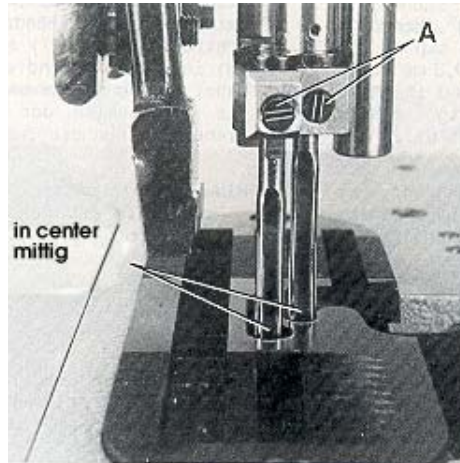
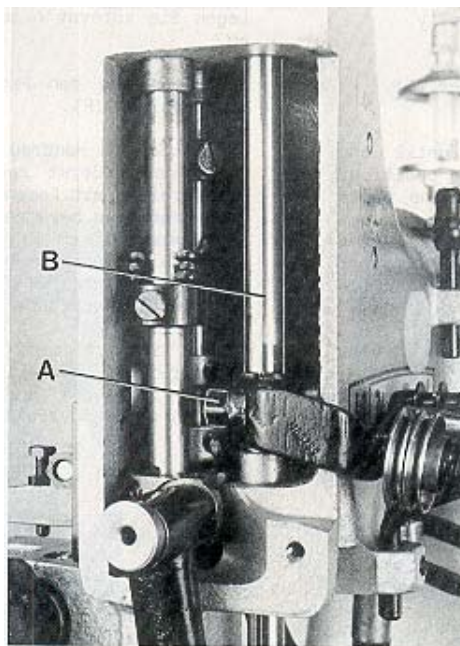
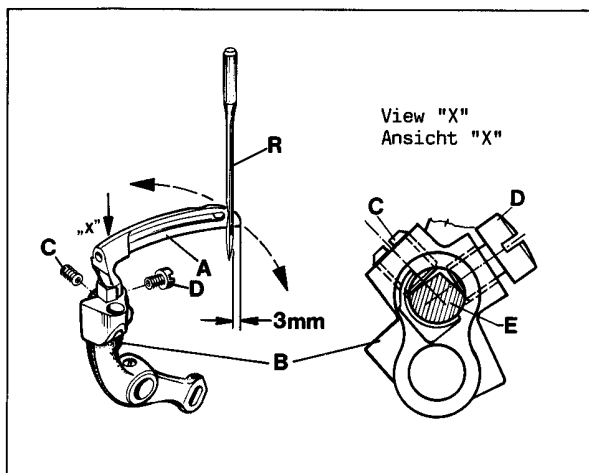

Fig. 3
Fig.4
Fig.5
Before adjusting the machine insert a new set of needles with the shank as far as possible into the needle holder. The long groove of the needles must point to the front (towards the operator). Tighten the set screws (A, Fig. 3) on the tapered fastening flats of the needle shanks.
Remove the face cover and the finger guard left on the machine head as well as the upper feed dog and the presser foot. Rotate handwheel in operating direction and check if the needles center in the associated needle holes of the throat plate (see Fig. 3). If not loosen clamp screw (A, Fig. 4) in the needle bar connection and turn the needle bar (B) accordingly. Retighten screw (A.). **HINT:** For aligning the needle bar test plate No. 040 37006 0000 can be used in lieu of the throat plate. The test plate is an extra order and charge item.
Remove the cloth plate with hinge plate and throat plate, the feed dog, the throat plate support and the needle guard. Insert the lower looper (A, Fig. 5) into the rear hole of the looper lever (B). Now snug the set screw (C) at the back of the looper lever against the flat on the looper shank (E) so that the lower looper point passes as close as possible to the spot on the back of the right needle (R), without deflecting it. Now tighten the second screw (D) firmly.
Rotate handwheel in operating direction until the point of lower looper (A, Fig. 5) projects 3 mm (1/8") to the right from the right side of the right needle. Lower edge of looper and upper edge of needle eye must be flush in this position. If an adjustment is necessary loosen clamp screw (A, Fig. 4) in the needle bar connection and move the needle bar (B) up or down, as required. Care should be taken not to disturb the alignment of the needle bar when making this adjustment. Retighten clamp screw.
Antes de ajustar la máquina inserte un nuevo juego de agujas, en tal manera que el cabo de la aguja toque el final de la barra de aguja y la ranura de la aguja esté posicionada hacia adelante (en dirección al operador). Apriete los tornillos (A, Fig. 3) en la superficie plana para asentar la aguja.
Remueva la cubierta frontal y el guarda dedos en la carcasa de la máquina, así como también el alimentador superior y el pie prensatelas. Gire el volante en dirección de operación y verifique que la aguja cuadre en el hueco para la aguja en la plancha de aguja. (Ver Fig. 3). Si no, suelte el tornillo sujetador (A, Fig. 4) en la barra de conexión de la aguja y gire la barra de aguja (B) como sea necesario. Apriete el tornillo (A).
Quite la plancha de tela, la plancha articulada y la plancha de aguja, el alimentador, el soporte de la plancha de aguja y el guarda agujas. Inserte el looper inferior (A, Fig. 5) en el hueco posterior de la palanca del looper (B). Acomode el tornillo de sujeción (C) detrás de la palanca del looper contra la parte plana del tronco del looper (E) de manera tal que el que la punta inferior del looper pase lo mas cerca posible del punto en la parte posterior de la aguja derecha (R) pero sin tocarla. Apriete el segundo tornillo (D) firmemente.
Gire el volante en dirección de operación hasta que la punta del looper inferior (A, Fig. 5) sobresalga 3 mm. a la derecha del lado derecho de la aguja. En esta posición, el borde del looper y el borde superior del ojo de la aguja deben estar nivelados. De ser necesario algún ajuste adicional, suelte el tornillo sujetador (A, Fig. 4) en la conexión de la barra de aguja y mueva la barra de aguja (B) hacia arriba o hacia abajo, como sea necesario. Tenga mucho cuidado de no descuadrar la alineación de la barra de aguja mientras efectúe este ajuste. Apriete de nuevo el tornillo sujetador.